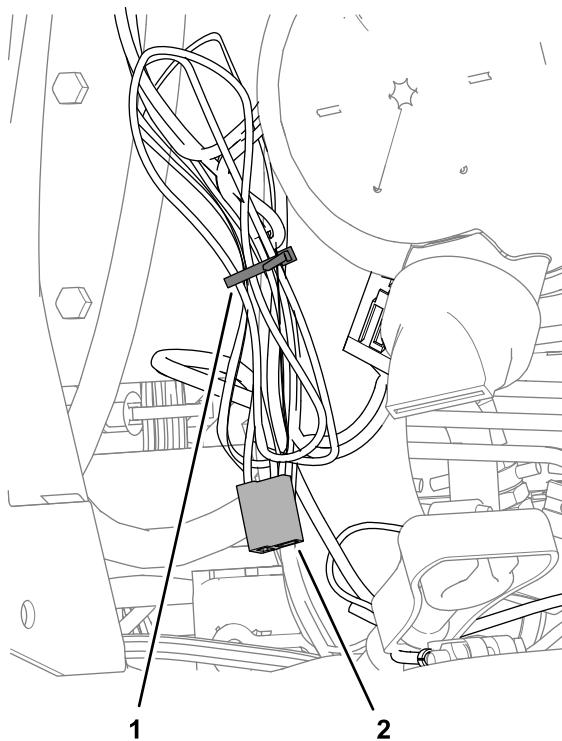

Figura 20
1. Agrupe la rama del arnés de alimentación sin utilizar de los cables de la bomba del lavaparabrisas, tal y como se muestra en la Figura 20.
2. Fije los cables con una brida (Figura 20).